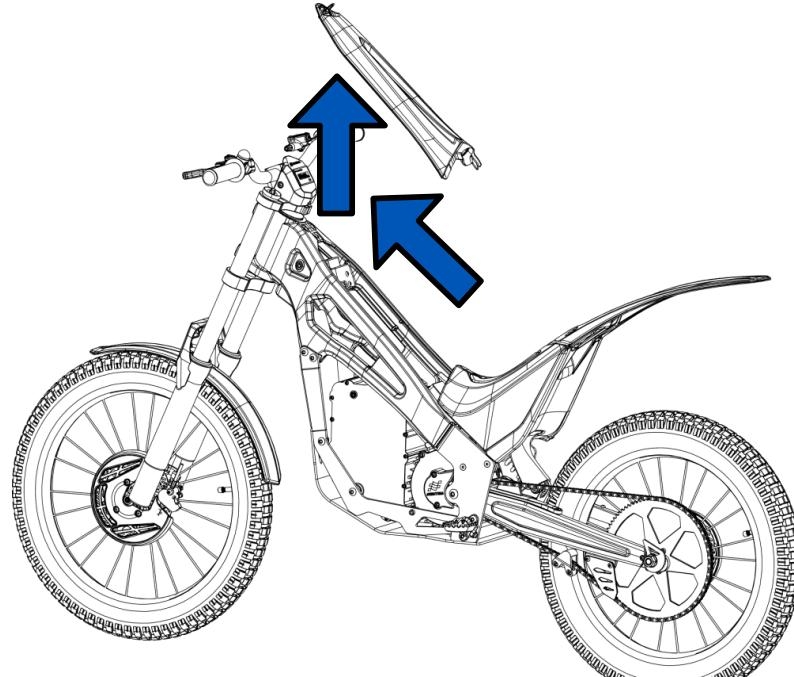

Fig. 37
3- Debe desplazar la tapa hacia delante y después puede extraer la carcasa superior de la motocicleta hacia arriba (Fig. 37).
- 3- Debe extraer carcasa superior de la motocicleta (Fig. 37).